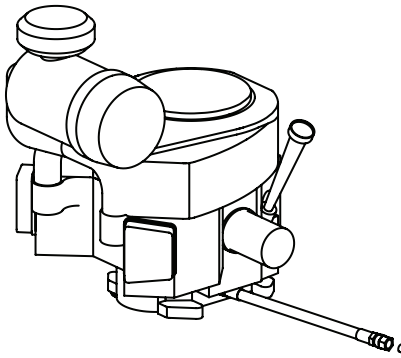

Figure 4-4
- Repérez le boyau de vidange d'huile sur le moteur. Voir Figure 4-4.
- Tenez l'extrémité libre du boyau de vidange d'huile au-dessus du récipient, puis dévissez le bouchon à tête carrée du boyau. Voir Figure 4-4. Vidangez l'huile du moteur dans le récipient.